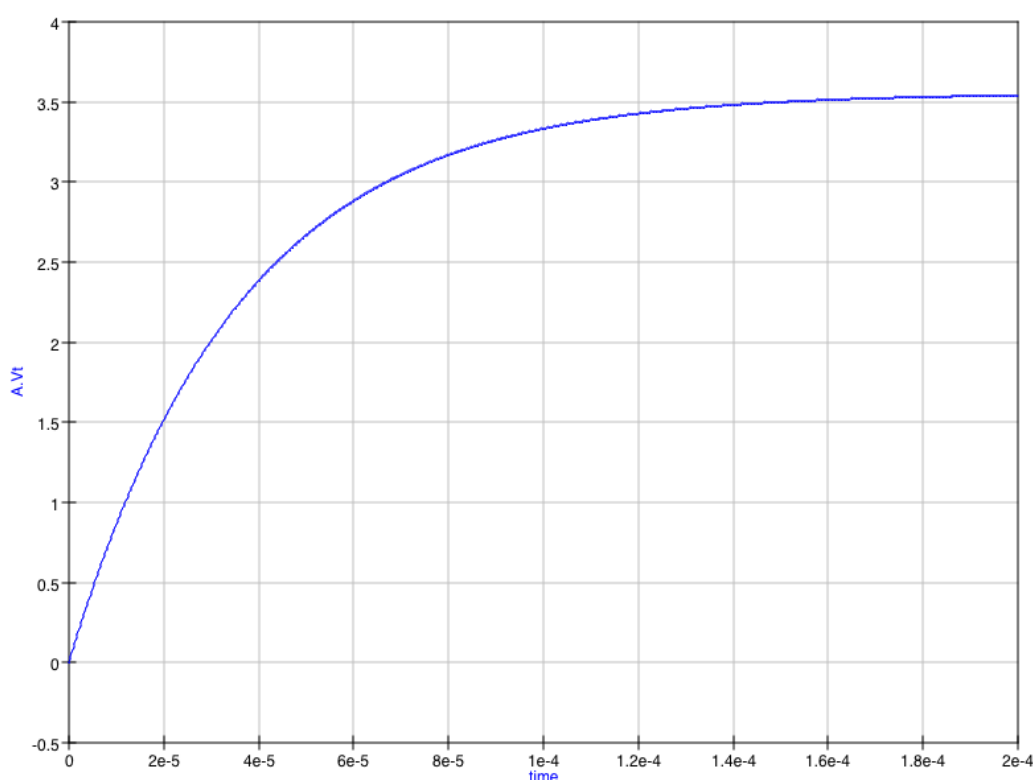

Figura 18: Transitori de carga del condensador C
- (a) La figura 18 muestra la evoluci3n con el tiempo de la tensi3n del condensador.
Para usar este m3todo tendremos que encontrar en primer lugar cu3l es el valor m3ximo de tensi3n cuando el condensador est3 en r3gimen permanente. Podemos encontrarlo r3pidamente a partir de una tabla de datos de QUCS o a partir de la gr3fica de la figura 18. En nuestro caso, el valor es $V = 3,54 \text{ V}$.